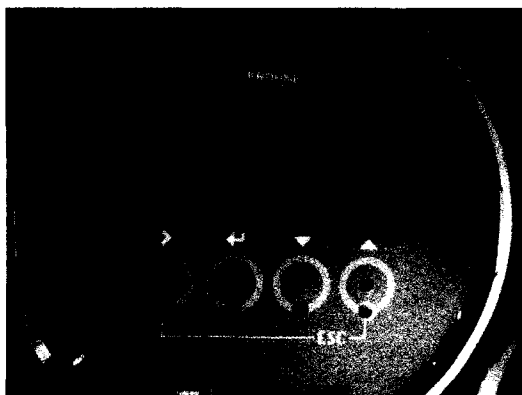
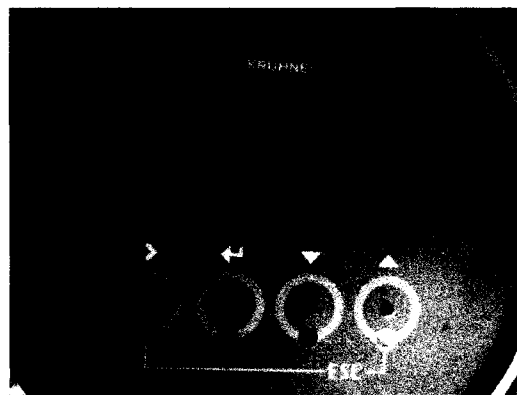

Рисунок 1 - Настройка
Рисунок 2 – Температура трубы
- температуры измеряемой среды (пункт меню C1.8 «Температура трубы» (Рисунок 2) раздела «Настройка» (Рисунок 1)